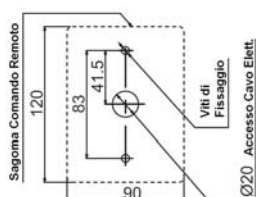

Fig. 1
2. Praticare 3 fori nel muro (Fig.1), uno per il cavo, due per le viti di fissaggio. Applicare i tasselli se necessario.
2. Rimuovete il cappuccio rosso protettivo dal connettore a 3 pin marcato “EZ Connect” che si trova fra i cablaggi dell’unità Master (Fig.1).
4. Verificare che il tipo di gas selezionato tramite microinterruttori del PCB (Fig.1) coincida con il gas dell'impianto (fare riferimento alla tabella riportata a pag.37).